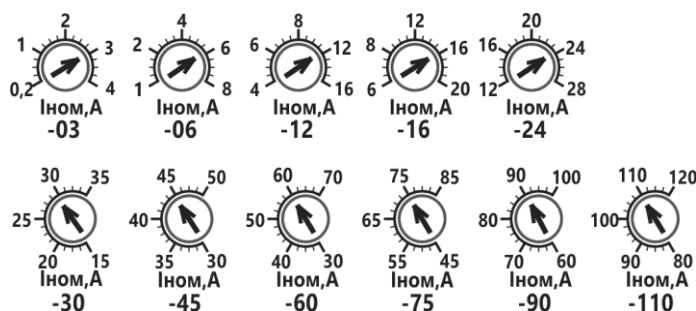

Рисунок 6 – Диапазоны настройки «Ином,А»
1.9.2 Номинальный ток электродвигателя «**Ином,А**» используется для функции электронной тепловой защиты электродвигателя (см. таблицу 9, код защиты АЗ), а также в качестве базового для настройки «**Юткл,%**» и «**Иджм,%**». Диапазоны настройки потенциометров для исполнений по току приведены на рис.6.